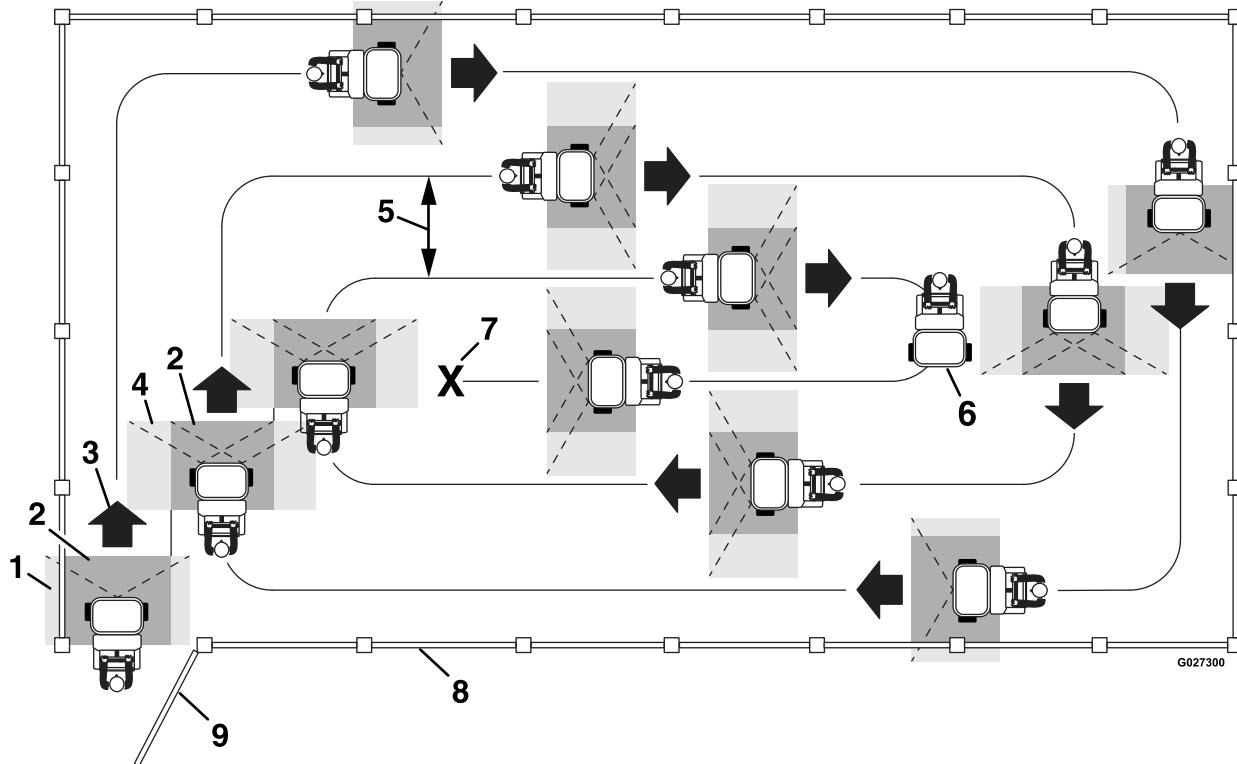

Figure 58
- N'empiez pas sur la zone de pulvérisation effective que vous avez pulvérisée précédemment (voir Figure 58).